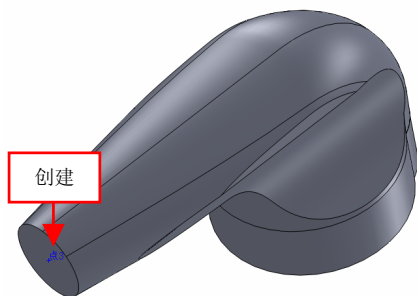

图 15-49 创建点 3 对象
(3) 单击【点】按钮，弹出【点】属性管理器，选取模型的外表面为参考对象，单击【确定】按钮，即可创建点 3，如图 15-49 所示。